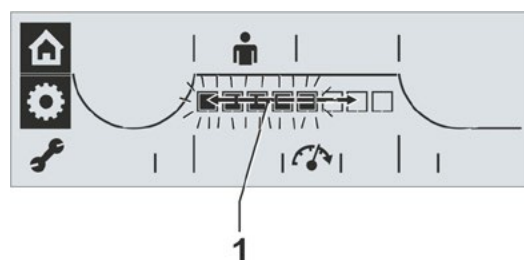

Fig. 2: Skift trin for omdrejningstal/reguleringstid
- Tryk på Drive Controller. De sorte segmenter på skalaen blinker (fig. 2).
- Drej Drive Controller og vælg det ønskede trin for omdrejningstal/reguleringstid. Skalaen viser det valgte trin (fig. 2, pos. 1).